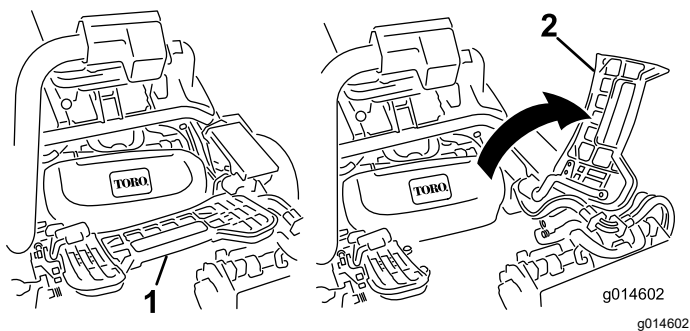

図 60
2. フットレストを跳ね上げて開き、中央カッティングユニット取り付け位置へのアクセスを確保する 図 60。